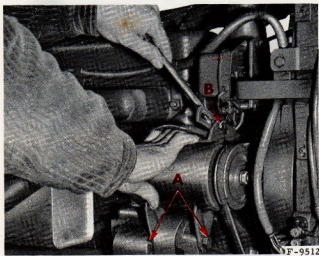
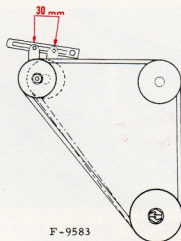

Fig. 25. - 1^{re} opération
Fig. 26. - 2^e opération
- Desserrez les vis "A" et "B" (fig. 25). En tirant sur la génératrice tendez la courroie normalement, sur le tendeur de génératrice; faites un repère à 30 mm plus loin (fig. 26). Ensuite avec un levier amenez la patte de génératrice face à ce deuxième repère et serrez l'écrou et la vis.